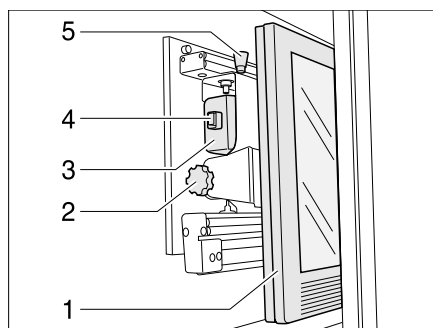

Bild 59 TV-Schrank
- Entriegelungsknopf (Bild 59,5) drücken und Halterung für den Flachbildschirm am Griffstück (Bild 59,4) bis zum Anschlag nach vorn ziehen.
- Entriegelungsknopf (Bild 59,1) ziehen und Flachbildschirm (Bild 59,2) in die gewünschte Position schwenken.
- Rändelschraube (Bild 59,3) lösen.